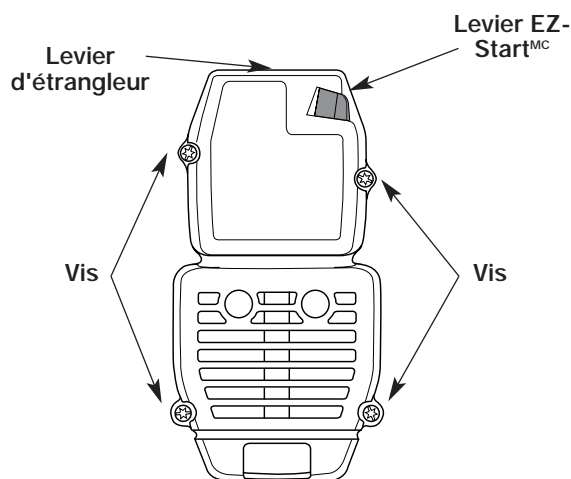

Fig. 36
1. Retirez les quatre (4) vis retenant le filtre à air/couvercle du silencieux (Fig. 36). Servez-vous d'un tournevis à lame plate ou à mèche no. 20 Torx.
2. Insérez les quatre (4) vis dans les trous du filtre à air/couvercle du silencieux (Fig. 36) et vissez sans trop serrer.